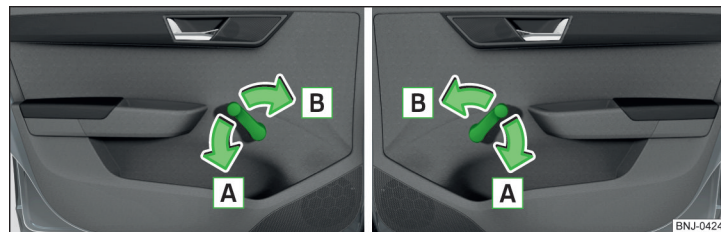

Fig. 51 Alzacristalli: sinistra/destra
- Per l'**apertura** ruotare la manovella in direzione della freccia **A** » fig. 51.